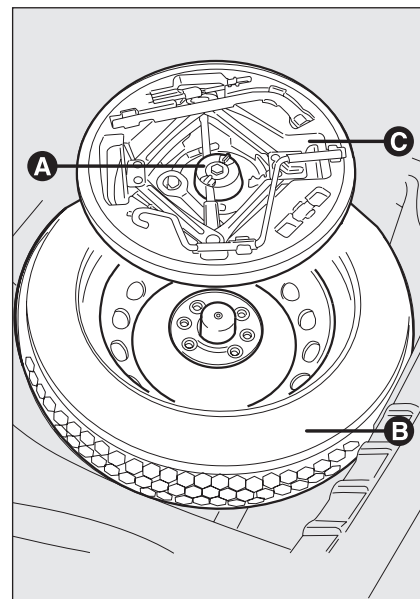

Abb. 2
- ☐ die Blockiervorrichtung **A-Abb. 2** los-schrauben;
- ☐ den Werkzeugkasten **C-Abb. 2** herausnehmen und neben das auszuwechselnde Rad stellen;
- ☐ das Notrad **B-Abb. 2** herausnehmen;
- ☐ den teilweise geöffneten Wagenheber wieder in seinem Behälter **C-Abb. 2** verstauen und etwas in die Aufnahme eindrücken, um Vibrationen während der Fahrt zu vermeiden;
- ☐ den Behälter **C-Abb. 2** mit den Werkzeugen in das Reserverad legen;
- ☐ die Blockiervorrichtung **A-Abb. 2** des Werkzeugkastens einschrauben;